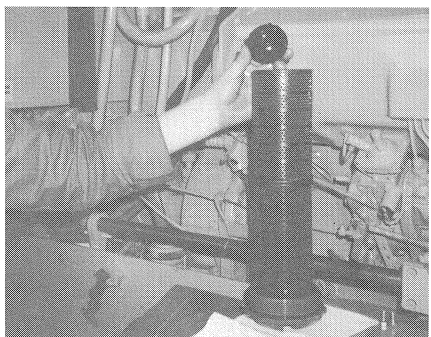

Bild 46
- Filtereinsatz aus dem Filterdeckel (Bild 46) ausbauen und durch neuen ersetzen.
- Remove filter cartridge from the casing bottom (Fig. 46) and replace them by new ones.
- Démonter les éléments filtrant de la partie inférieure du boîtier (fig. 46) et les remplacer par des nouveaux.